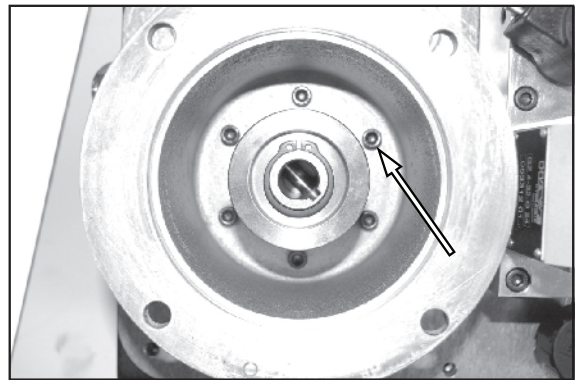

Figura 31.
2. Vedere la Figura 31. Rimuovere i sei bulloni dell'attacco motore e l'attacco.